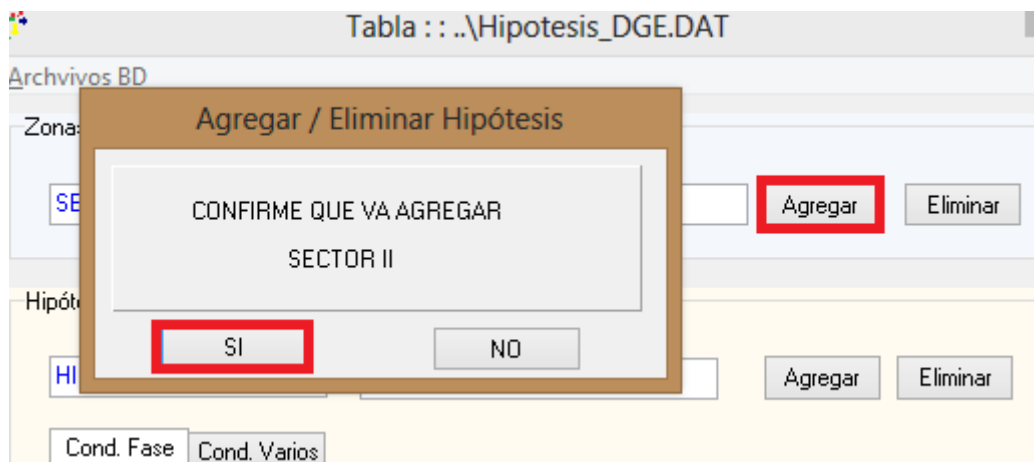

Fig. 5.3
- Use el botón <Agregar> para agregar un nuevo Sector y confirmar <Si> (Ver Fig. 5.3).